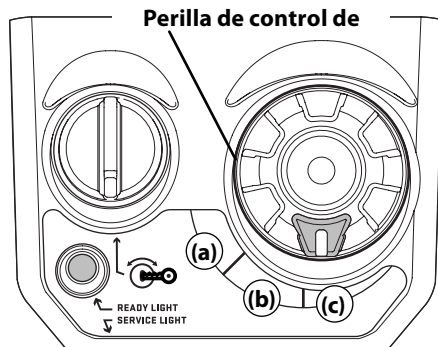

Figura 5-3
**NOTA:** La perilla de control de velocidad se utiliza para seleccionar una de tres posiciones para seleccionar la velocidad del motor. El motor se puede arrancar en cualquier ajuste de velocidad. Consulte la Figura 5-3: